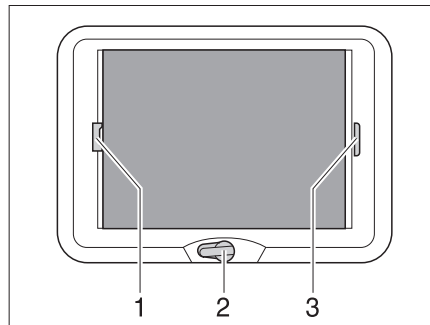

Bild 29 Kurbelhub-Dachhaube
- Öffnen:* ■ Die Handkurbel (Bild 29,2) drehen, bis Widerstand spürbar ist (max. Öffnungswinkel 70°).
- Schließen:* ■ Die Faltverdunklung am Griff (Bild 29,3) ziehen und an der gewünschten Position loslassen. Die Faltverdunklung bleibt in dieser Position stehen.
Schließen: ■ Den Insektenschutz am Griff (Bild 29,1) zum gegenüberliegenden Griff der faltverdunklung (Bild 29,3) ziehen und einrasten lassen.
Öffnen: ■ Den Griff des Insektenschutzes (Bild 29,1) hinten nach oben drücken und den Insektenschutz an der faltverdunklung (Bild 29,3) aushängen.